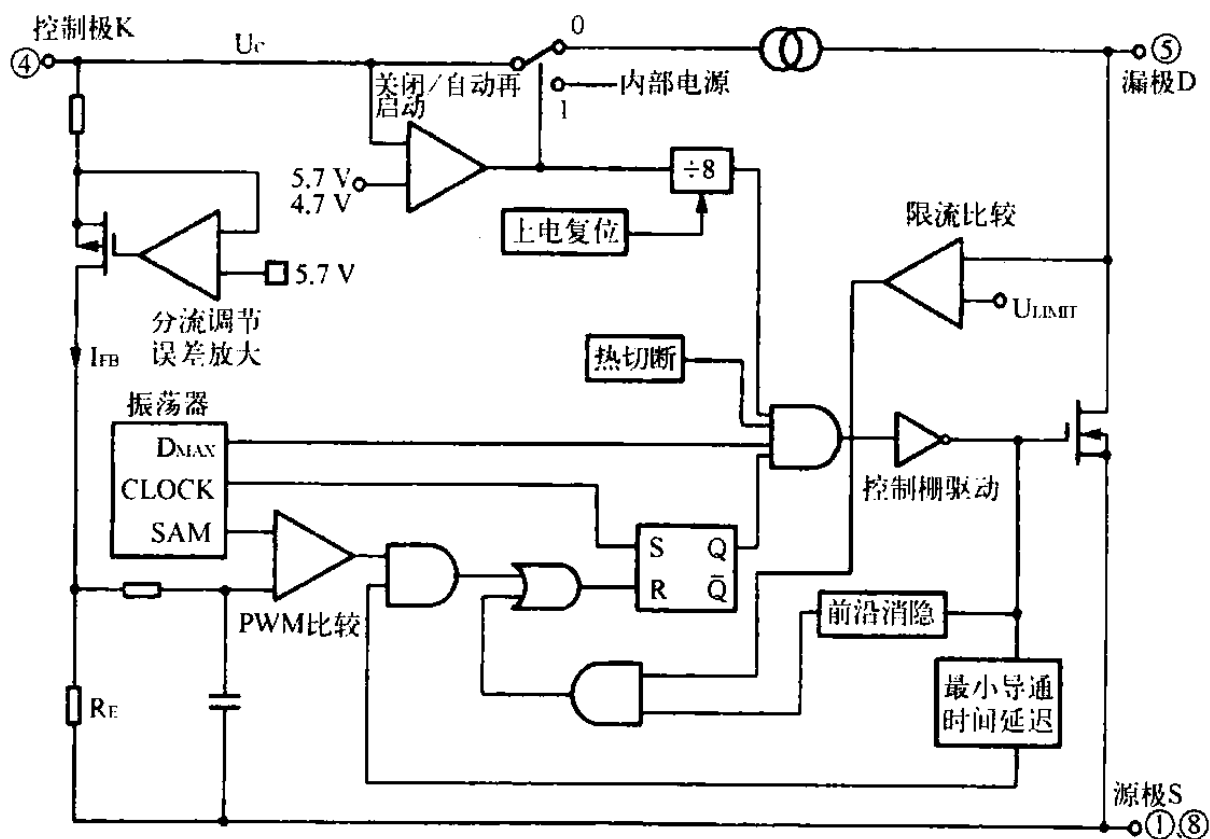

图 5 - 10 ICS801 的内部结构图
- ④脚：误差放大及反馈电流输入端，用以控制脉冲占空比。
- ⑤脚：内部场效应开关管漏极，同时也是内部启动电压提供端。
- ⑧脚：内部场效应开关管源极，与①脚功能相同。
(2) 待机电源电路的结构原理与工作过程
如图 5 - 9 所示，220 V 交流市电经 DS801 整流、CS803 滤波后，产生 300 V 左右的直流电压，经保险管电阻 RF802 和开关变压器 TS801 的初级 L1 绕组送至 ICS801 的⑤脚。一方面加在内部场效应开关管的漏极，另一方面由内部电压调整电路建立起启动电压，并使内部振荡器工作，产生 100 kHz 的振荡脉冲，激励内部场效应开关管工作，使开关变压器初级绕组 L1 上产生脉冲电压。次级绕组 L2 和 L3 上也得到感应脉冲电压。L3 绕组上的脉冲电压经 DS805 整流、CS805 和 CS806 滤波后，获得近 10 V 左右的直流电压。该电压再经 IC807 (KA7805) 稳压后，产生 +5 V 的待机电压，给遥控系统供电。